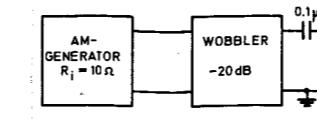

Fig. 15.
**Signal:**  $U_{in} = 100\mu V$  via wobbler/S.K.A. (fig. 15/16) tilført (applied) M14.
**Signal:**  $U_{in} = 200 \text{ mV}$  via wobbler/S.K.A. (fig. 15/16) tilført (applied) M14.